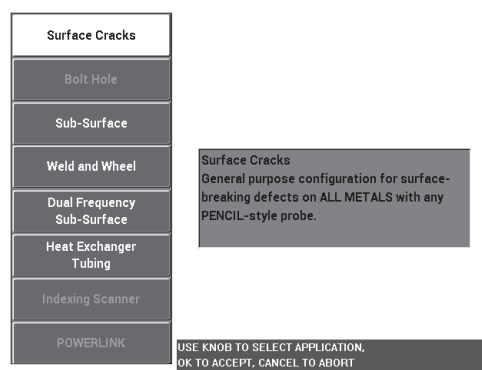

Abbildung 5-72 Anwendung für Risse an Oberflächen
2. Drücken Sie die Menütaste ADV SETUP () und drücken Sie die Funktionstaste A, um **ANW WÄHLEN** auszuwählen und das Anwendungsmenü anzuzeigen. Wählen Sie mit dem Drehknopf **Risse an Oberflächen** aus und drücken Sie dann die Bestätigungstaste () [siehe Abbildung 5-72 auf Seite 194].